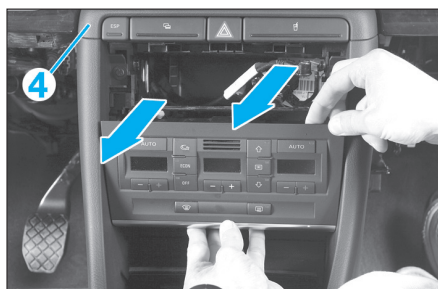

Fig. 6
- Dégrafer l'unité de commande de climatisation (Fig.6).
- Dégrafer le cache (4) en le tirant vers l'arrière avec précaution.